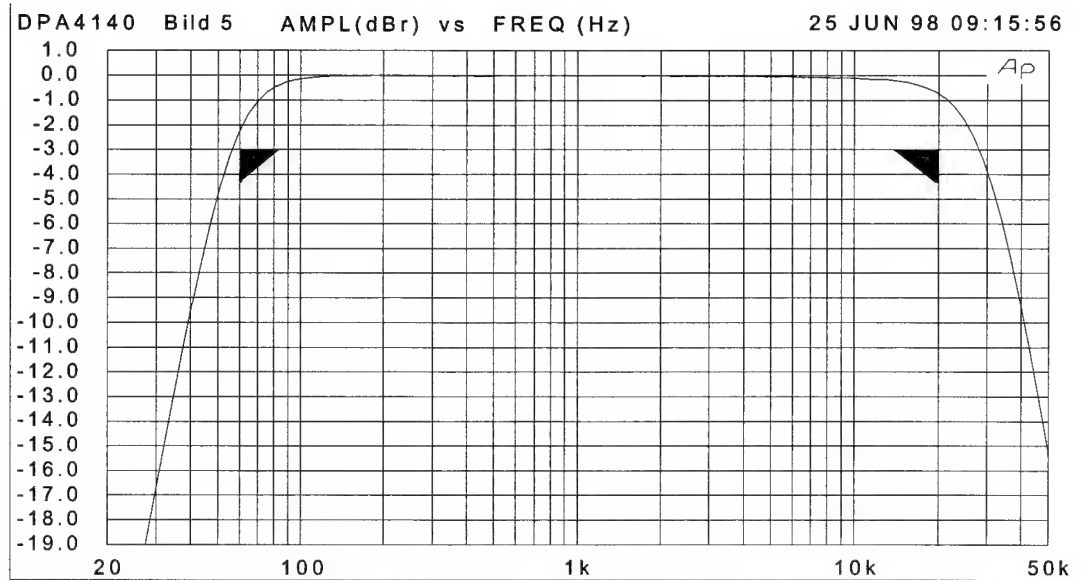

Bild 5 Verstärkungs-Frequenzgang des 100V Leistungsausgangs
- [20] Messung über Bandpass-Filter $22.4 \text{ Hz} \dots 22.4 \text{ kHz}$ mit UPM 550 in Mode PEAK, Bewertungsfilter auf UNW geschaltet (nach IEC 268-1, Bild 5),